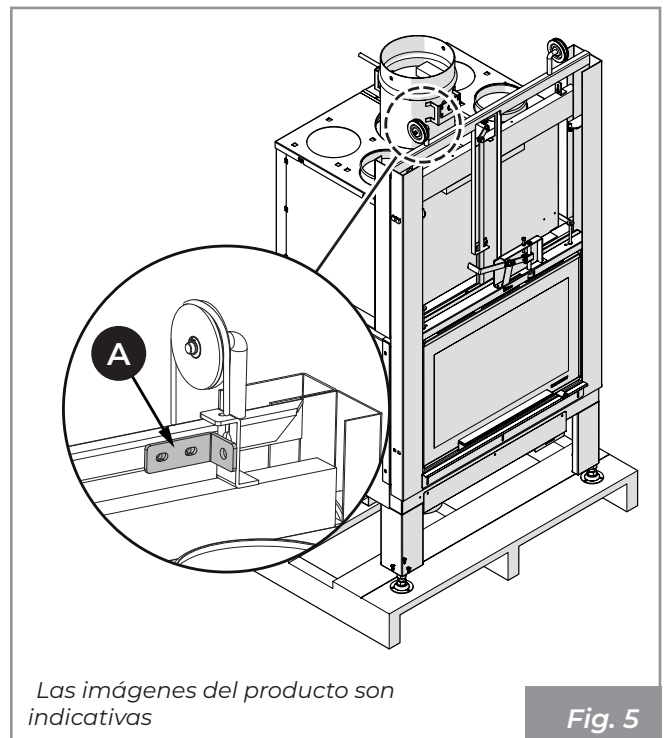

Fig. 5
- Asegurarse de que las cuerdas están en las ranuras de las poleas y soltar el contrapeso retirando los soportes de fijación (**A - Fig. 5**) y luego las abrazaderas.